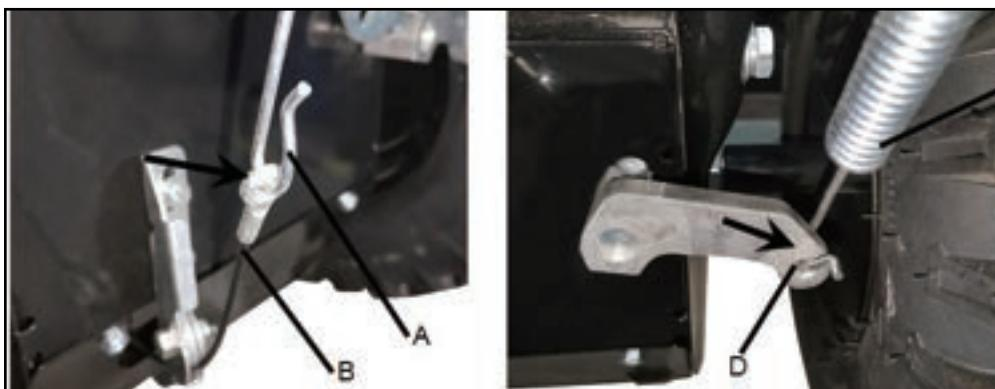

Рис. 2
1. Соединить левую тягу (Рис. 2A) верхней панели управления с тросом (Рис. 2B) коробки скоростей. Правую тягу (Рис. 2C) соединить с рычагом (Рис. 2D). (Рис. 2).